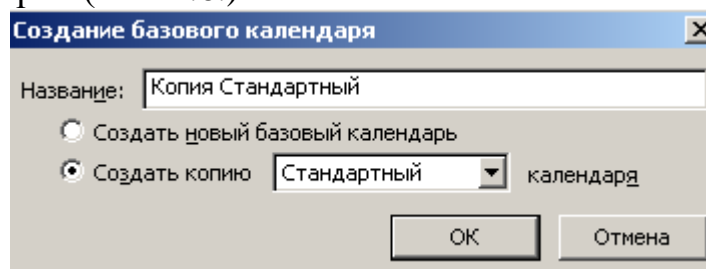

Рис. 2.6. – Діалог «Создание базового календаря»
- Натиснути кнопку «Создать новый календарь» в діалозі «Изменение рабочего времени». На екрані з'явиться діалог «Создание базового календаря» (Рис. 2.6.)